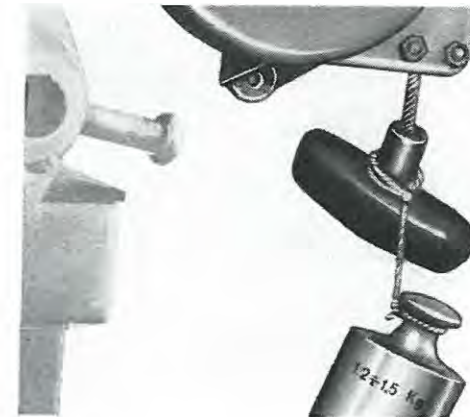
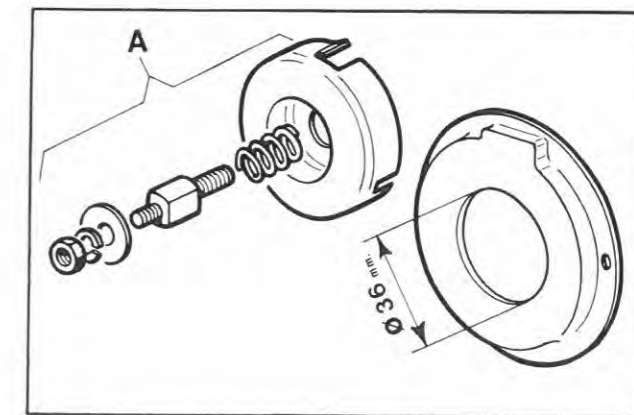

Fig. 49
Fig. 50
La tension du lanceur automatique avec la cordelette complètement déroulée doit être $1,2 \pm 1,5$ Kg. après avoir dépassé le premier point de friction (Fig. 49).
A partir des matricules 984552 pour les moteurs LA 205 et 1001520 pour les moteurs LA 250 et 990028 pour les moteurs LA 300, l'embranchage, le logement et le couvercle du ressort d'arrêt de la cordelette ont été modifiés. Ces modifications comportent le remplacement du ressort à cuve avec une spirale (A - Fig. 50) et la diminution du trou de 40 à 36 mm. sur le couvercle de retenue du ressort. Pour les modifications consulter le Catalogue Pièces Détachées.
Rewind starter tension with completely wound rope must be $1,2 \pm 1,5$ Kg after initial friction has been taken up (Fig. 49).
Replace spiral spring (7) if found broken, taking care to place spring terminals in the seats provided. Spare springs are supplied coiled-up and tied with wire. Do not remove wire until spring is correctly seated and make sure that spring winds-up, when turning pulley, in direction of engine rotation. Starting from engine models 205 S.N° 984552 - 250 S.N° 1001520 - 300 S.N° 990028, clutch, spring housing and rope-stop-cover have been modified as follows: clutch cap spring has been replaced by a spiral spring (A) (Fig. 50) and rewind spring housing central bore has been reduced from 40 mm. to 36 mm. (Fig. 50). Refer to the Master Parts Catalogue for modified parts.
- Seil in die Rille der Riemenscheibe (5) einführen.
- Riemenscheibe sich drehen lassen, bis die Feder (7) entspannt ist.
- Riemenscheibe abnehmen und Seil (6) ersetzen. Darauf achten, daß das Seilende mit metallischem Ring so gebogen wird, daß die Spannung des Zuges auf die Wände des Sitzes und nicht auf die Durchgangsöffnung des Seiles wirkt.
- Riemenscheibe (5) montieren und Spiralfederende (7) in ihre Rille einführen.
- Spiralfeder (7) wieder spannen bei 2-3maligen Umdrehen der Riemenscheibe (5). Das Seil (6) ist dabei völlig abgewickelt.
Bei völlig aufgewickeltem Seil muß die Spannung nach Überwindung der ersten Reibung $1,2-1,5$ kg betragen (Abb.49). Zerbrochene Spiralfeder ersetzen und die neue in ihren Sitz einbetten, wobei sie mit einem Ende am Gehäuse befestigt wird. Die lieferbare Ersatzfeder wird durch Draht zusammengehalten. Feder durch Durchschneiden der Drähte erst nach der Montage in ihr Gehäuse befreien und sie so einsetzen, daß sie durch Aufwickeln in Drehrichtung des Motors angespannt werden kann. Bei den Motoren 205 nach der Matr.-Nr.984552, 250 nach der Matr.-Nr. 1001520 und 300 nach der Matr.-Nr. 990028 wurden die Kupplung, der Sitz und der Deckel der Seilhaltefeder geändert. Diese Änderungen machen den Ersatz der Flachfeder durch eine Spiralfeder (A) notwendig (Abb. 50). Außerdem wurde die Öffnung auf dem Deckel der Feder von 40 auf 36 mm reduziert. Beim Auswechseln im Ersatzteil-Katalog nachsehen.